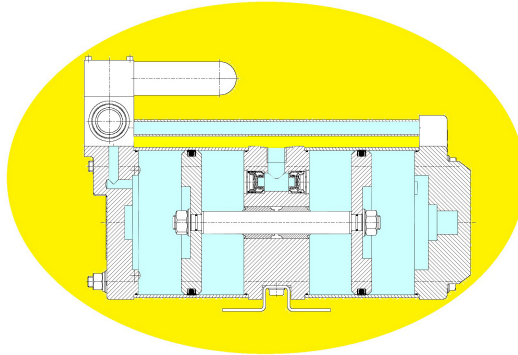

Рис. 10-2 Представление зон АТЕХ
- 4 Категория устройств -/2G: Существует несколько категорий устройства. Допустимые зоны показаны на рис. 10-2 «Представление зон АТЕХ».
- 9 Уровень защиты оборудования (EPL) -/Gb: Устройство обладает несколькими уровнями защиты. Допустимые зоны показаны на рис. 10-2 «Представление зон АТЕХ».